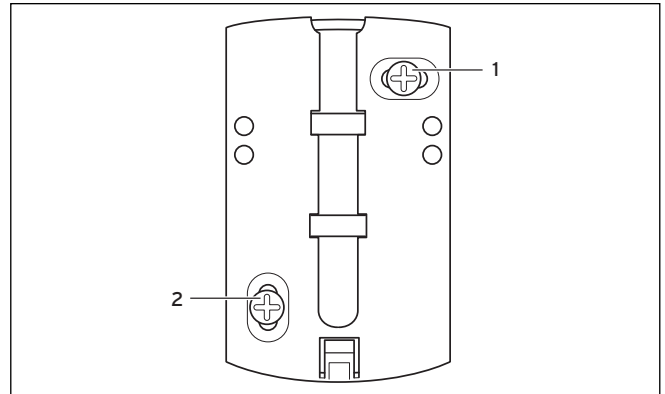

Abb. 4.3 Wandhalter montieren
- ⇒ Befestigen Sie den Wandhalter mit zwei Schrauben (1, 2) an der Wand (siehe Abb. 4.3).